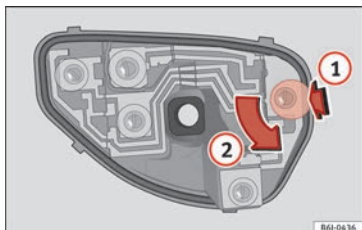

Fig. 197 Cambio de lámparas de las luces posteriores.
- Una vez retirado el portalámparas, presione en sentido de la flecha **(1)** y gire a la vez en sentido de la flecha **(2)** » **fig. 197.**